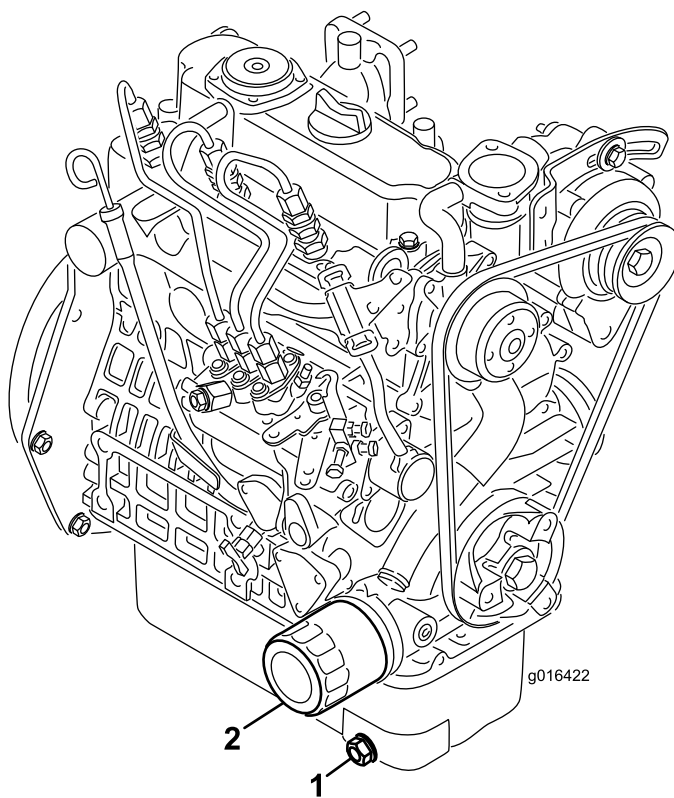

Figura 38
1. Retire el tapón de vaciado (Figura 38) y deje fluir el aceite a un recipiente apropiado. Cuando el aceite deje de fluir, coloque el tapón de vaciado.